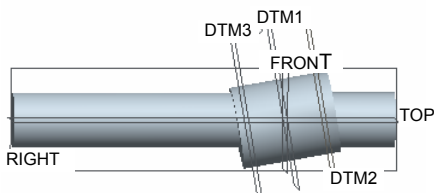
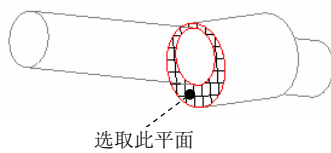

图 5.33.12 创建 DTM3
图 5.33.13 选取平面
Step7. 创建图 5.33.12 所示的基准平面 DTM3。单击“平面”按钮 ; 在模型中选取图 5.33.13 所示的平面, 设置为“偏移”; 在“平移”文本框中输入值 2.0。